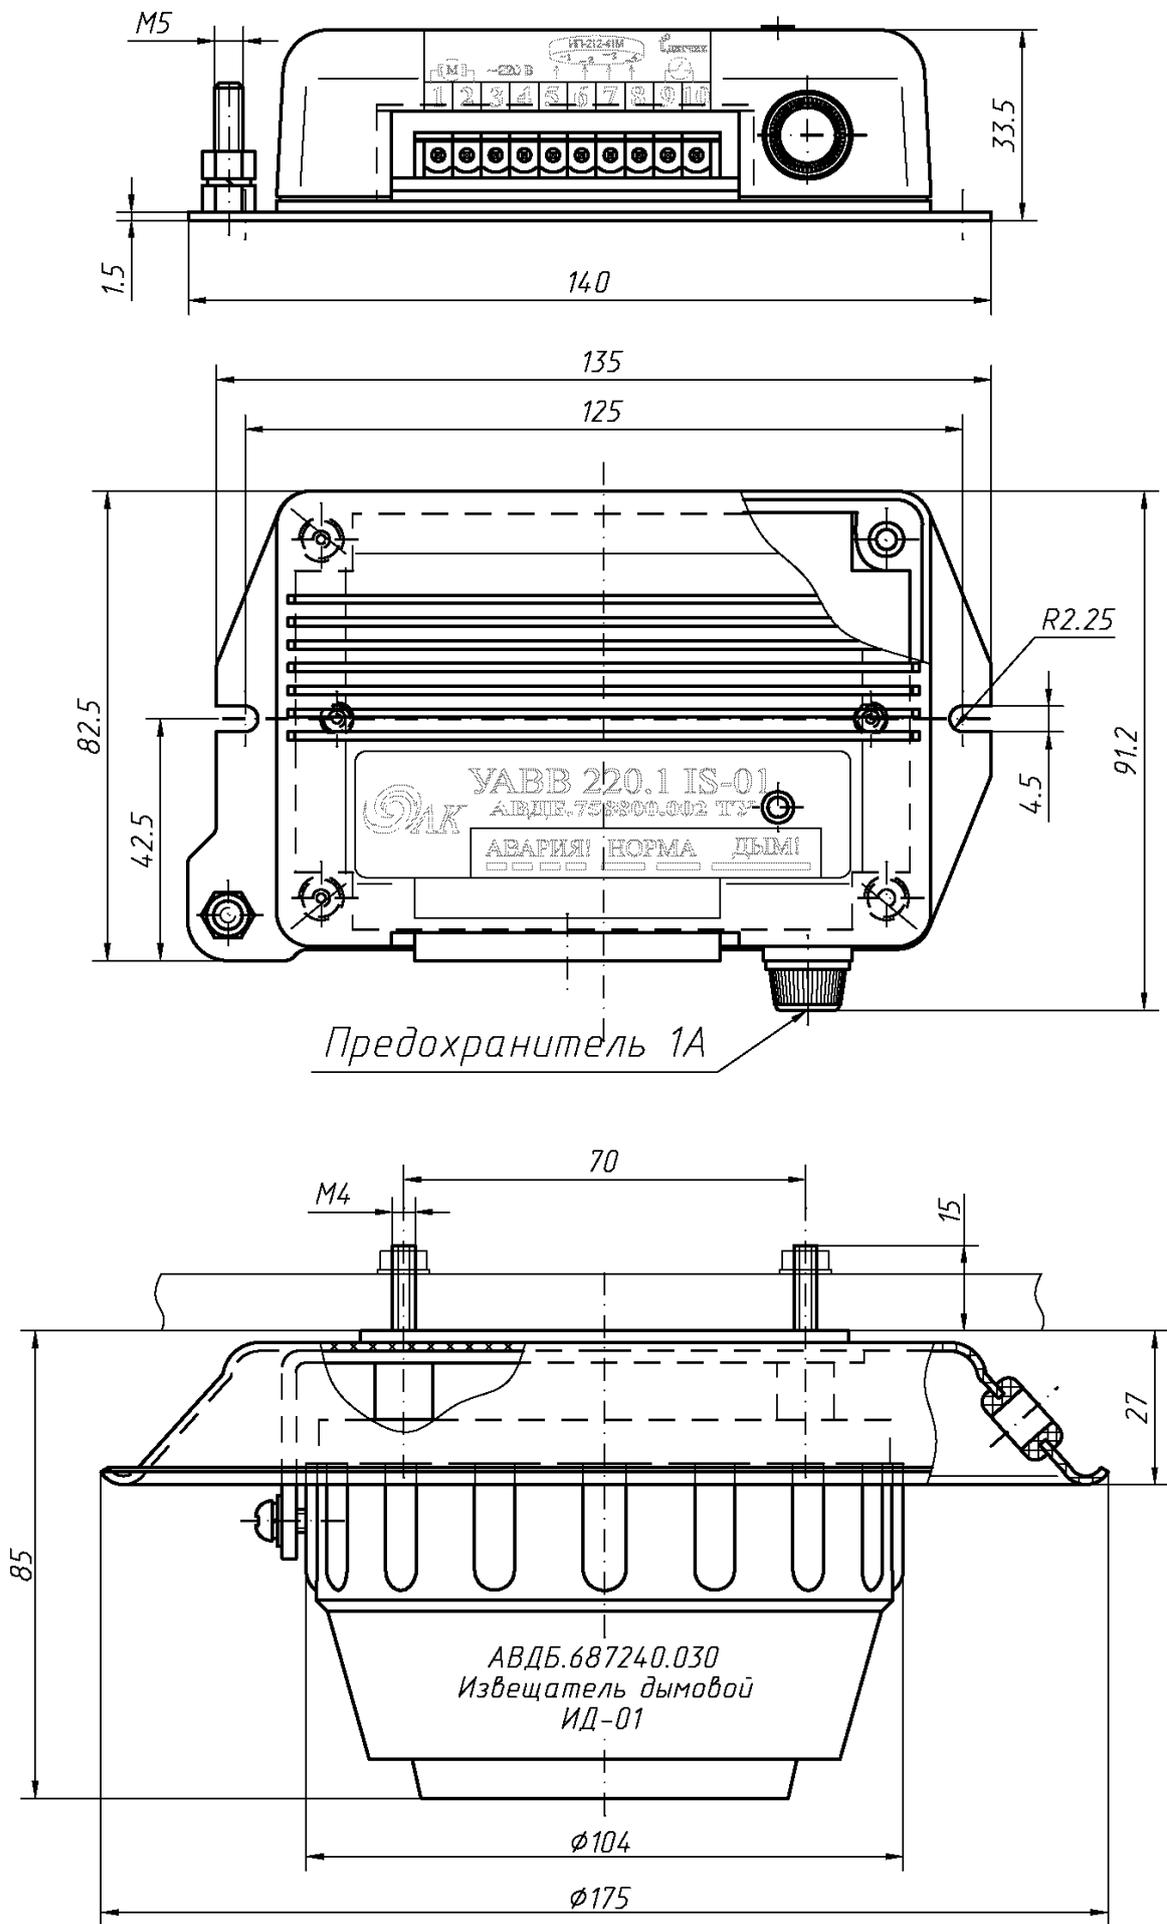

Рис.1. Внешний вид и габариты устройства
6.1. Перед установкой на вагон необходимо осмотреть корпус и разъемы блока управления на отсутствие механических повреждений, проверить наличие предохранителя номиналом 1А (см. на рис. 1);